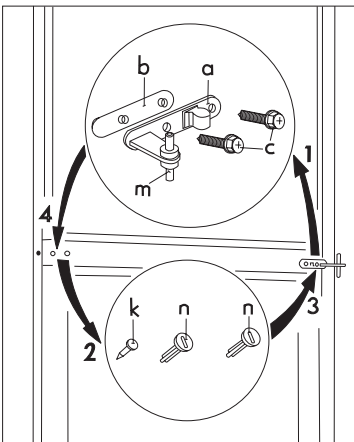

Fig. 3
- Verwijder het dubbele deurbeslag (a, b, c) van het apparaat, een voor een. Let er op dat ook het plastic afstandsstuk (b) onder het deurbeslag verwijderd wordt (Fig. 3).
- Verwijder de linker afdekpun van het dubbele deurbeslag (3 delen, n, k) en monteer deze aan de andere kant (Fig. 3).
- Demonteer de deurvergrendelingselementen (u, v) door de schroef (schroeven) los te draaien (Fig. 3).
- Plaats de pin van het dubbele deurbeslag (m) in het linker gat van de deur van de vriezer (Fig. 3).